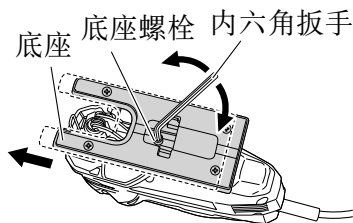

图 7
- (1) 使用内六角扳手松开附在底座上的底座螺栓，并将底座充分向前移动（图 7）。
- (1) 使用内六角扳手松开附在底座上的底座螺栓。（第 9 页的图 7）
- (2) 将底座充分向前移动（第 9 页的图 7）再次上紧底座螺栓。
(1) 使用内六角扳手松开附在底座上的底座螺栓。（第 9 页的图 7）
(2) 将底座充分向前移动，再次上紧底座螺栓。（第 9 页的图 7）
(3) 将轨道位置设为“0”。
(1) 使用内六角扳手松开附在底座上的底座螺栓,并将底座充分向前移动。(第 9 页的图 7)
(3) 再次上紧底座螺栓。(第 9 页的图 7)
(4) 将轨道位置设为“0” - “III”。